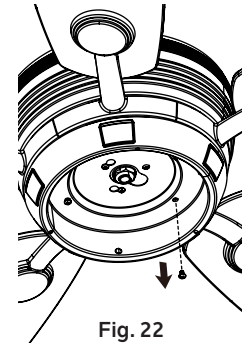

Fig. 22
Étape 1. Retirez l'une des trois vis de la plaque d'éclairage, desserrez les deux autres (mais ne les retirez pas). (Fig. 22)